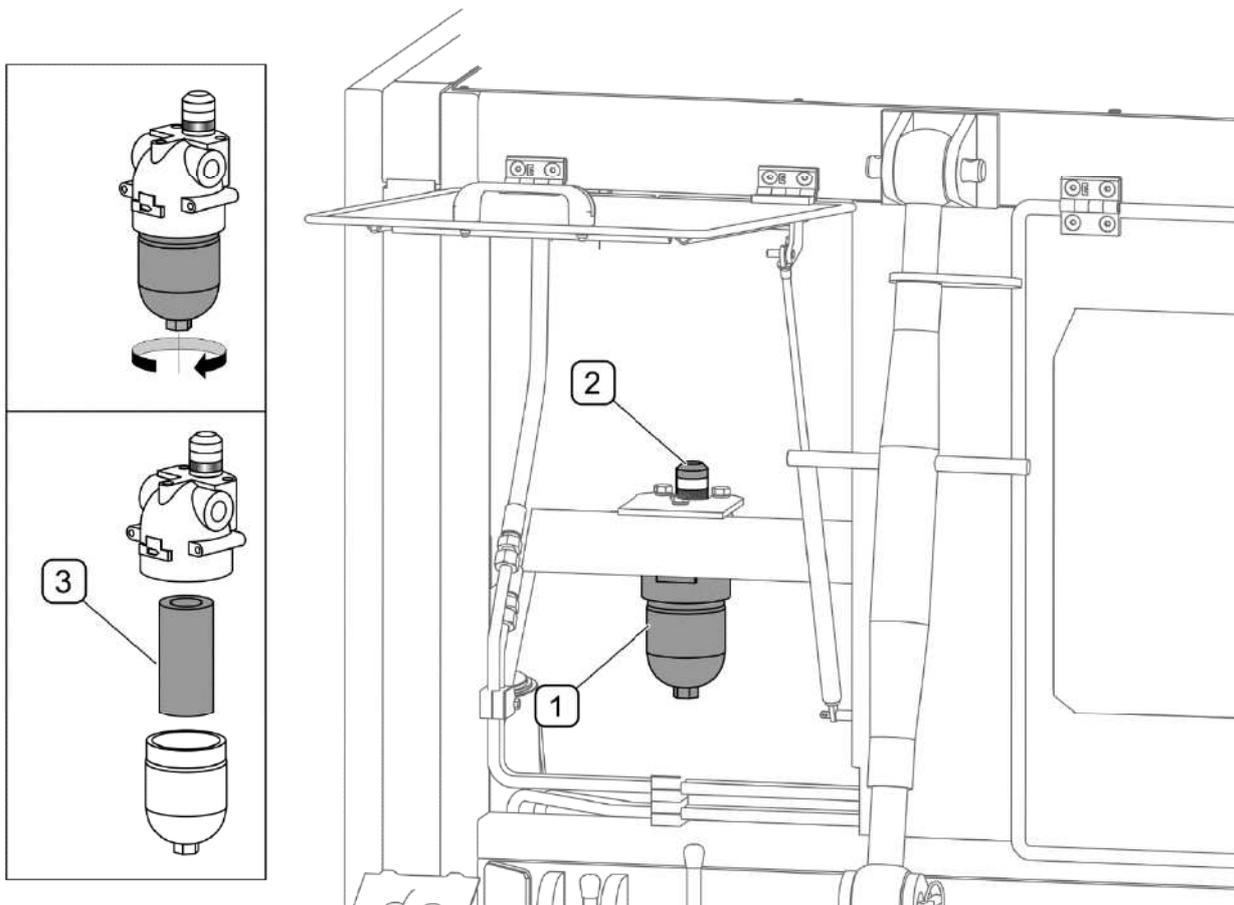

FIGURE 5.18 Le filtre de l'huile à pression avec l'indicateur d'encrassement
(1) - Le filtre de l'huile à pression; (2) – l'indicateur de l'encrassement de la cartouche de filtre; (3) – la cartouche de filtre à pression;
Le filtre à pression (FIGURE 5.18) est placé au-dessous du réservoir à l'huile. Le filtre à pression (1) est équipé d'un indicateur d'encrassement (2). En cas de l'encrassement de la cartouche de filtre, l'indicateur changera la couleur de blanc en rouge. Dans le cadre de l'entretien du circuit hydraulique, il convient de contrôler l'état du filtre et si besoin le remplacer.